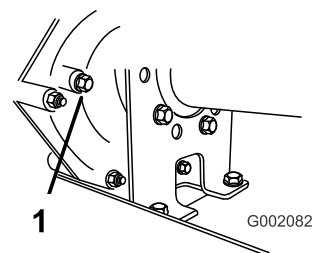

Figura 49
2. Retire el perno del orificio indicador del nivel (Figura 49).